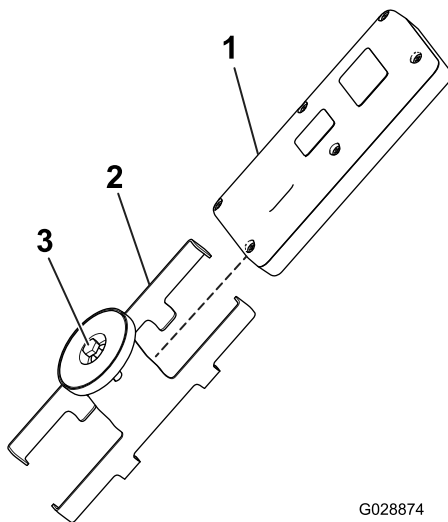

Bild 30
1. Lockern Sie die Schraube an der magnetischen Halterung für die Fernbedienung (Bild 30).
2. Schieben Sie die Halterungsseiten auseinander und entfernen Sie die Fernbedienung (Bild 30).
8. Setzen Sie die Handfernbedienung in die magnetische Halterung für die Fernbedienung ein; schieben Sie die Hälften zusammen, um die Fernbedienung zu befestigen und ziehen Sie die Schraube im Magneten an (Bild 30).